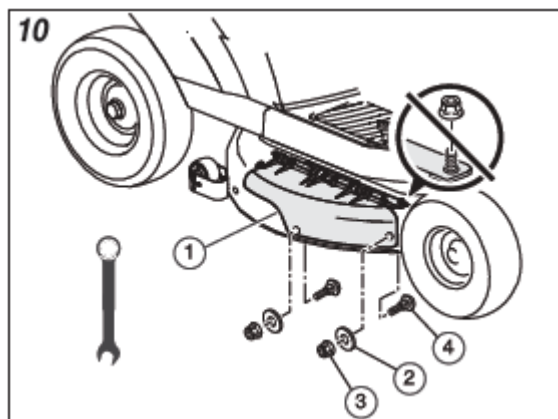

Рис. 11
2. Установите кожух механизма мульчирования (1) на деке с помощью болтов (4), шайб (2) и гаек с фланцем (3) (см. рис. 11).